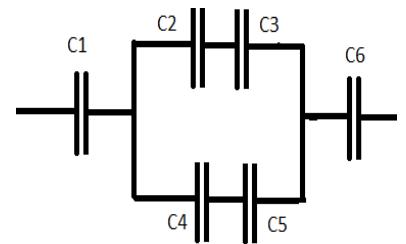

Рис.6
3. Определите эквивалентную емкость участка цепи (рис.6), если $C_1=5$ мкФ; $C_2=2$ мкФ; $C_3=2$ мкФ; $C_4=3$ мкФ; $C_5=3$ мкФ; $C_6=10$ мкФ.